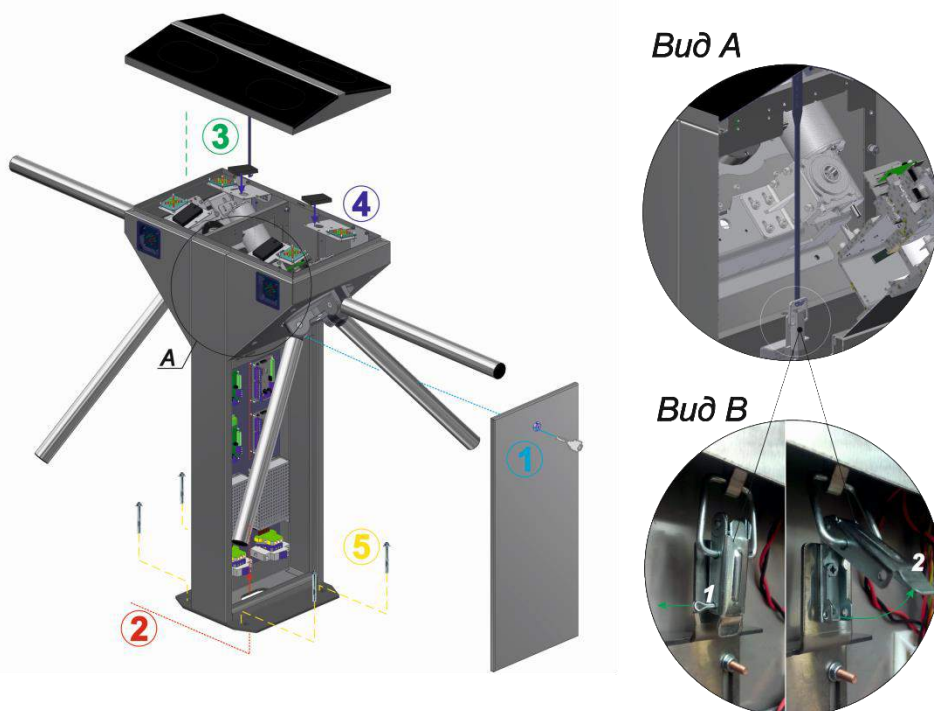

Рис. 15 – Общий вид сборки турникета-трипода «CENTURION TWIN -M» и «BASTION TWIN-M»
8) Для доступа к крепежным и технологическим отверстиям основания и клеммным колодкам турникета-трипода «CENTURION TWIN-M» и «BASTION TWIN-M» необходимо снять дверь стойки, повернув ключ замка с помощью ключа (Рис.15).
Для того чтобы снять крышку стойки, необходимо снять шплинт (1) и открыть защёлку (2), подняв её вверх (Рис.15, Вид А и В).